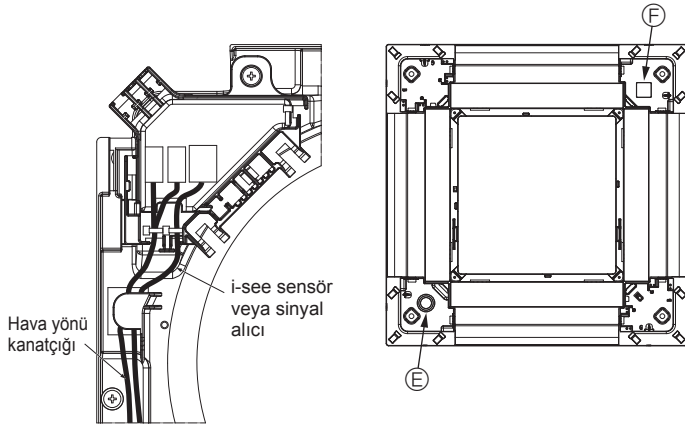

Fig. 5-14
- i-See sensörü ve sinyal alıcısı kablolarını Fig. 5-14'deki gibi yönlendirin.